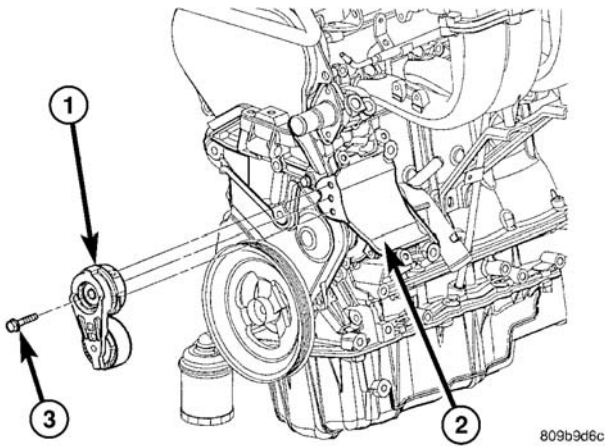

图 1 皮带张紧器—2.4L
- (1) 用举升器举起车辆。
- (2) 卸下驱动皮带护罩。
- (3) 拆卸发电机/空调驱动皮带。(请参见 7—冷却系统/附件驱动/驱动皮带—拆卸)
- (4) 拆卸皮带张紧器 (图 1)。
- (1) 安装皮带张紧器和螺栓 (图 1)。螺栓拧紧力矩为 54N • m (40ft.lbs.) 。
- (2) 安装发电机/空调压缩机驱动皮带 (请参见 7—冷却系统/附件驱动/驱动皮带—安装)。
- (3) 安装挡泥板。
- (4) 放下车辆。